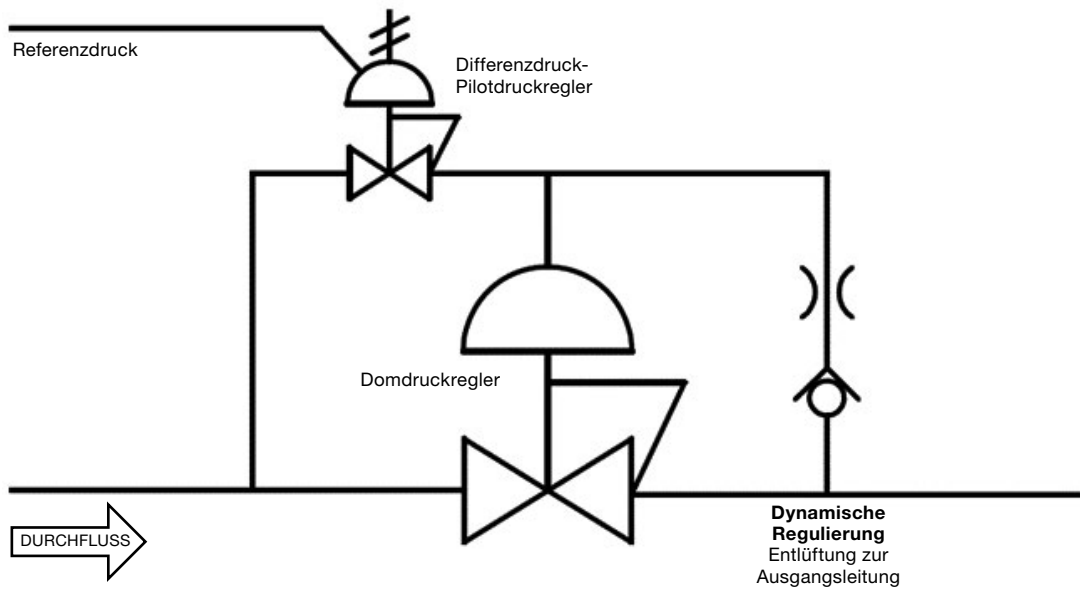

Abbildung 4
- **Differenzdruck-Pilotsteuerung.** Bei diesem Aufbau kann eine Referenzdruckleitung an den integrierten Vorsteuerregler angeschlossen werden (Abbildung 4). Der Pilotregler kann dann eingestellt werden, um einen Vorsteuerdruck zu erzeugen. Der Hauptregler hat dann einen Einstelldruck, der dem Referenzdruck plus dem Vorspanndruck entspricht.